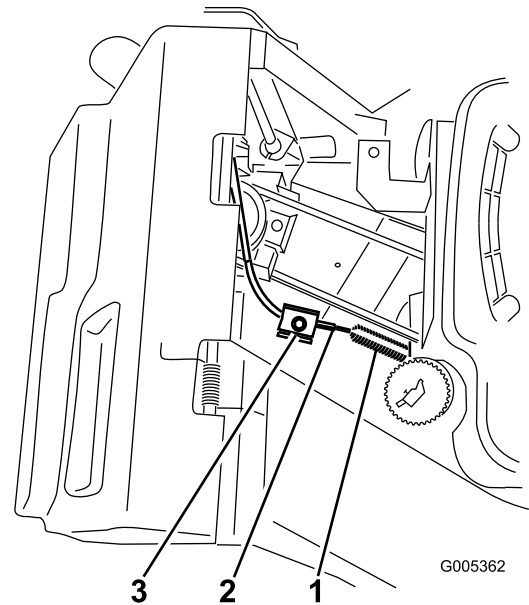

Figura 32
5. Afloje el tornillo de la abrazadera hasta que se deslice el conducto del cable del freno (Figura 32).